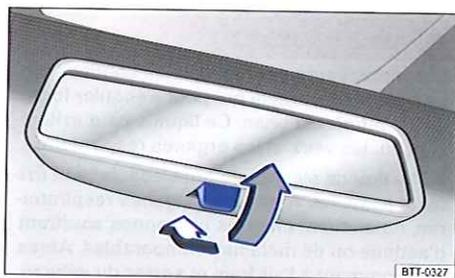

Fig. 94 Sur le pare-brise : rétroiseur intérieur jour/nuit manuel
- Pour sélectionner la position nuit, tirez le levier vers l'arrière \Rightarrow fig. 94.